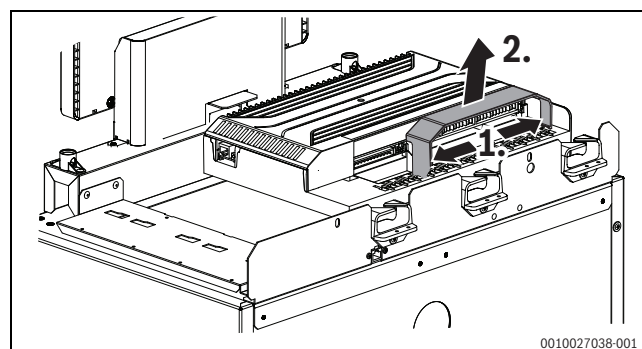

Bild 18 Schutzabdeckung der Anschlüsse abnehmen
- ▶ Gegebenenfalls Schutzabdeckung abnehmen (→ Bild 18).